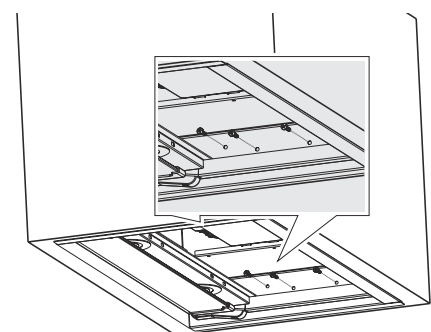

Fig. 12
3. Monte la cubierta a través de los orificios de montaje en los lados más cortos, derecho e izquierdo, con 3 piezas. Tornillos de 3.9x16 al armario (Fig. 12).